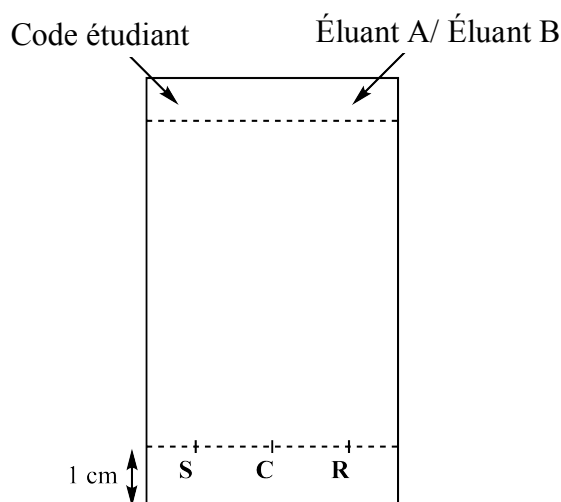

Figure 3. Préparation de la plaque de chromatographie
3. **Préparer votre plaque pour la chromatographie.** Utiliser un crayon pour **tracer** avec précaution la ligne de dépôt (à environ 1 cm au-dessus du bas de la plaque) et **pointer** les positions des dépôts des 3 échantillons. Les **repérer** par les lettres **S** (réactif), **C** (produit brut) et **R** (produit recristallisé), comme décrit sur la figure 3. En haut à gauche de votre plaque, **noter** votre **code étudiant**. En haut à droite de votre plaque, **noter** l'éluant utilisé (en premier **éluant A**, puis **éluant B**). À l'aide des capillaires, **déposer** les trois échantillons sur la plaque.